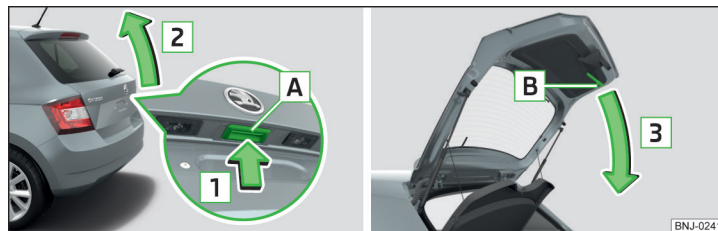

Abb. 50 Gepäckraumklappe öffnen/schließen
- Zum **Öffnen** die Taste  in Pfeilrichtung  drücken » Abb. 50.
Die Taste **A** » **Abb. 50** wird beim Anfahren bzw. ab einer Geschwindigkeit von mehr als 5 km/h deaktiviert. Nach dem Anhalten und Öffnen einer Tür wird die Taste wieder aktiviert.